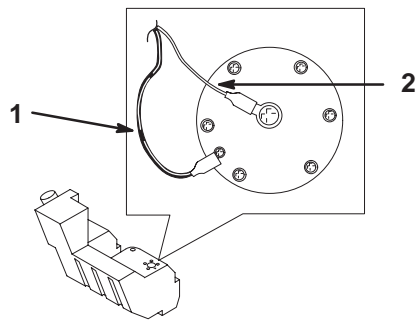

Figure 49
12. Débranchez les deux fils reliés au côté droit du réservoir (Fig. 49).
19. Sur le côté droit du réservoir, raccordez le fil orange à la borne centrale et le fil noir à la borne extérieure (Fig. 49).